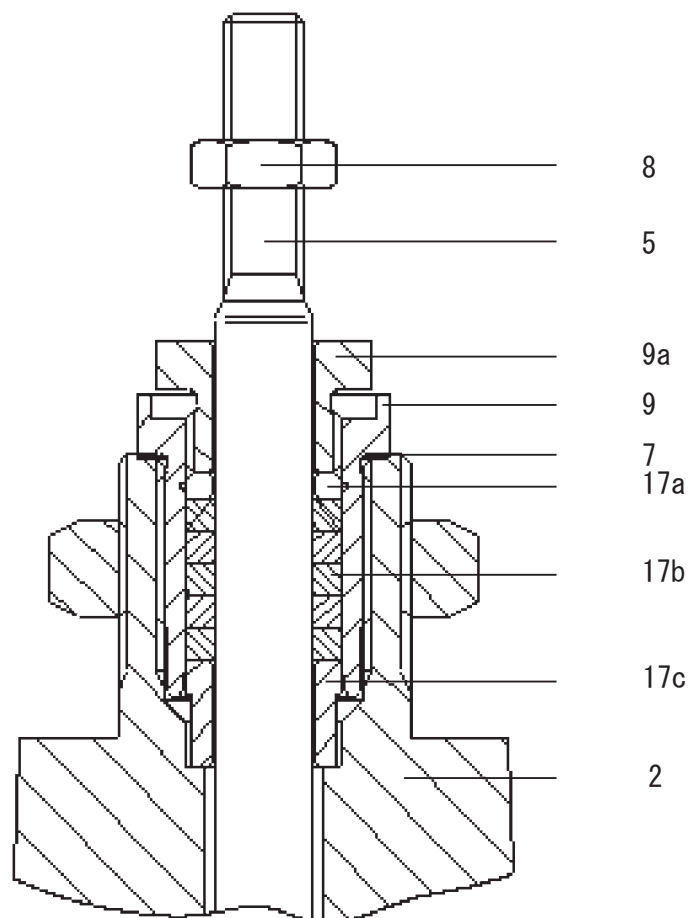

図 5
- g) 新しい黒鉛グランド・シール・セット (17) をバルブに取り付けます。ベローズに傷をつけないように注意してください。(詳細は章4.2.2を参照)
- h) グランド・ナット (9a、図5) は指で締め付けるに留めます。
- i) バルブ・ステム (5) が自由に動くことを確認します。
- j) バルブのロック・ナット (8) を再取り付けします。